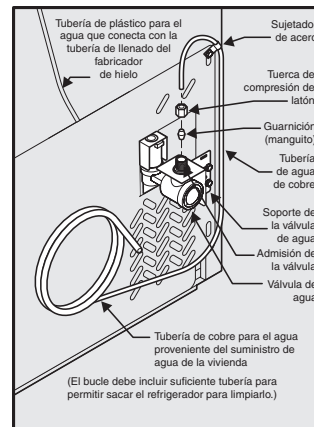

Figura 1
4. **Si utiliza tuberías de cobre**, deslice la tuerca de compresión de latón y la guarnición (manguito) en la tubería de suministro de agua. Inserte la tubería de agua en la admisión de la válvula de agua tan adentro como sea posible (1/4" / 6,4 mm). Inserte la guarnición (manguito) en la admisión de la válvula y apriete a mano la tuerca de compresión en la válvula. Apriete media vuelta adicional con una llave. NO apriete demasiado. Vea la figura 1.